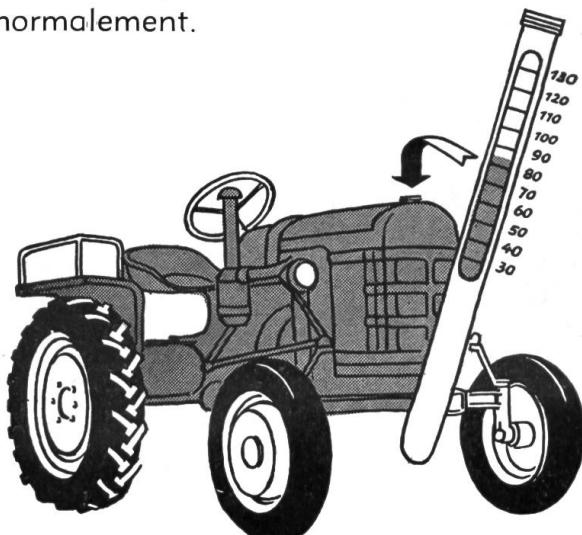

Fig. 6:
4. Ceux qui connaissent les automobiles savent certainement quelle doit être la température correcte de l'eau de refroidissement. Il faut qu'elle oscille toujours autour de 80° (fig. 6). Le moteur a besoin de cette température pour fonctionner normalement.